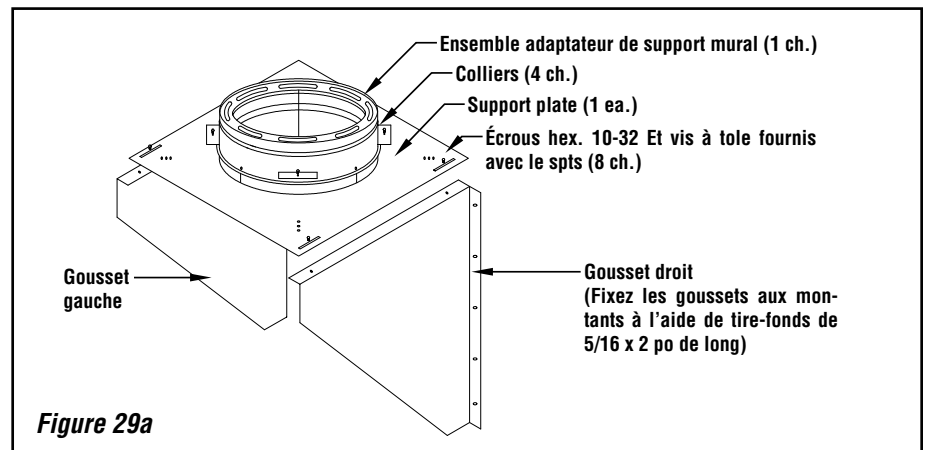

Figure 29a
7. Fixez la plaque de support mural sur l'adaptateur de support mural à l'aide des 4 colliers fournis. Ne pas serrer (*voir figure 29a*).
9. Installez le capuchon en T sur la partie inférieure de l'adaptateur de support mural avec au moins deux (2) vis à tôle 10 x 1/2 po.